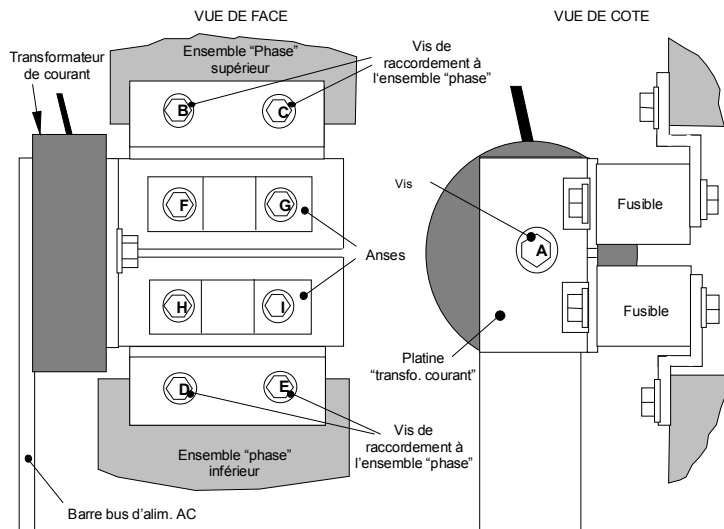
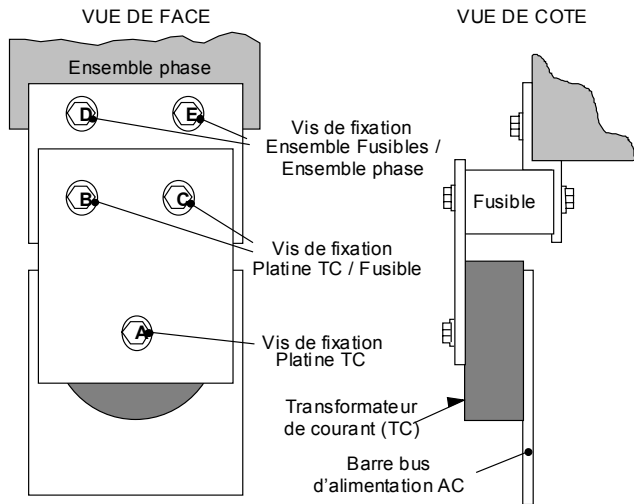

Figure 8-1 590+ (Taille H) Schéma explicatif pour le remplacement des fusibles
Figure 8-2 591H Schéma explicatif pour le remplacement des fusibles
1. Voyez Figure 8-1 (590H) ou Figure 8-2 (591H), retirez la vis M12 (A). Déposez les quatre vis (B, C, D, E) qui permettent de déposer la platine transformateur (CT) et l'ensemble fusible.